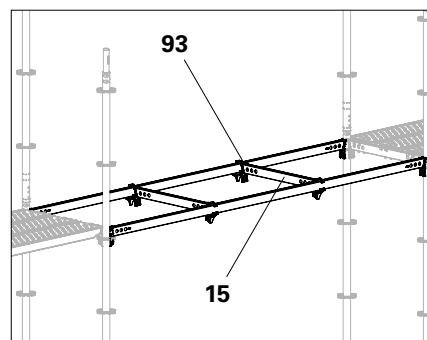

Abb. A8.07a
1. Zusätzliche Horizontalriegel (**15**) mit Riegelaufnahme UHA (**93**) im Systemmaß montieren. Keile noch nicht festschlagen. (Abb. A8.07a)